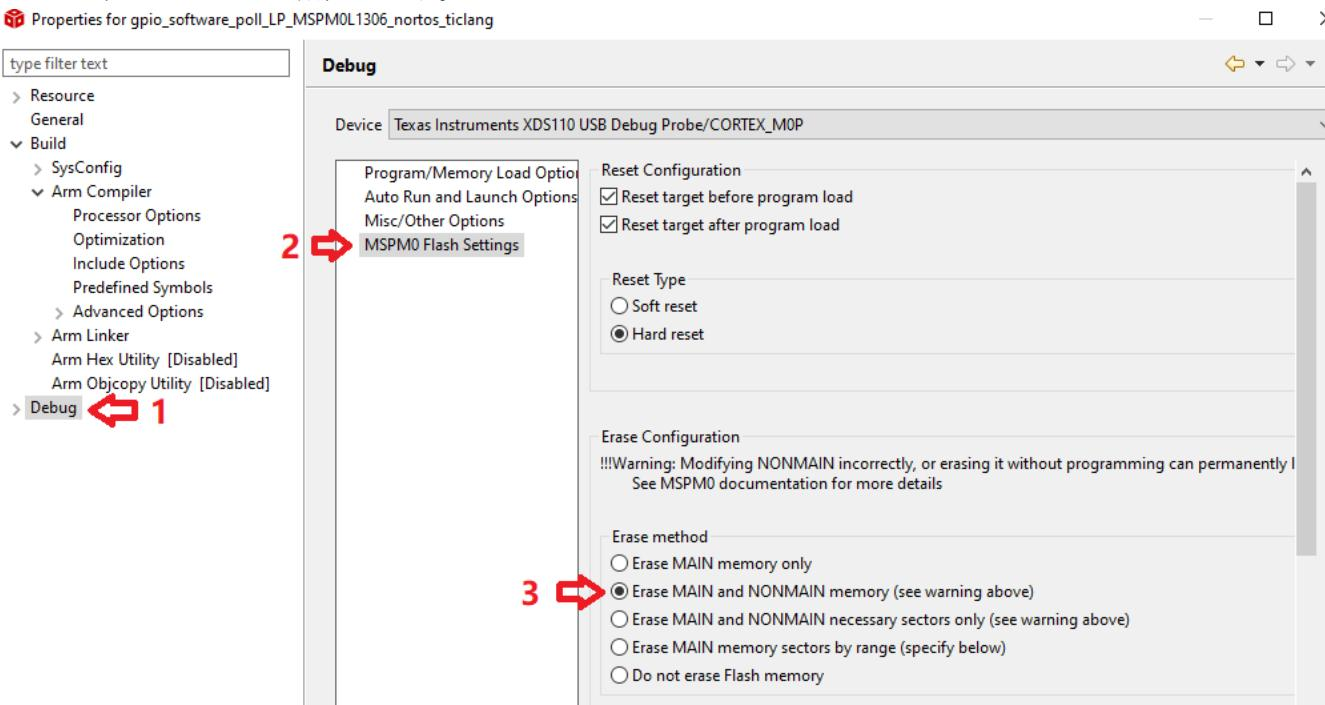

図 3-4. NON-MAIN フラッシュ消去を有効化
3. Code Composer Studio™ (CCS)、または Keil でプロジェクトをビルドし、その後コードをフラッシュにダウンロードします。画像をダウンロードするために重要なことは、メイン以外のフラッシュ消去を有効にすることです。例えば CCS では、図 3-4 でこれを有効にします。